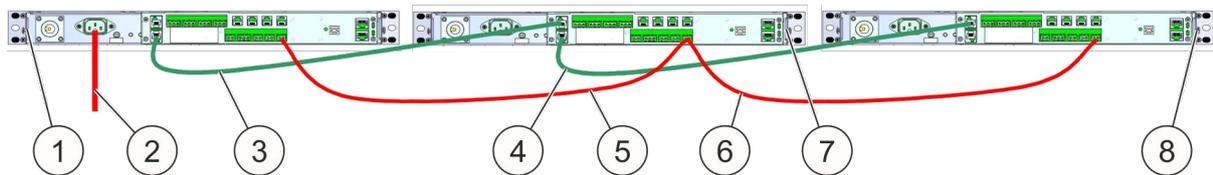

Fig. 34: Suministro de energía y cable de datos
1. ➤ Conectar la alimentación de red (Fig. 34/2) de 100-240 V CA al maestro (Fig. 34/1).
2. ➤ Establecer la alimentación eléctrica (Fig. 34/5) entre el maestro y el primer esclavo (Fig. 34/7). Véase también Capítulo 3.3.6 “Alimentación eléctrica” en la página 26.
3. ➤ Establecer la alimentación eléctrica (Fig. 34/6) entre el primer esclavo y el siguiente esclavo (Fig. 34/8).
5. ➤ Conectar el *cable de conexión CAN-Bus (maestro/esclavo)* (Fig. 34/3) entre el maestro y el primer esclavo.
6. ➤ Conectar el *cable de conexión CAN-Bus (maestro/esclavo)* (Fig. 34/4) entre el primer esclavo y el siguiente esclavo.